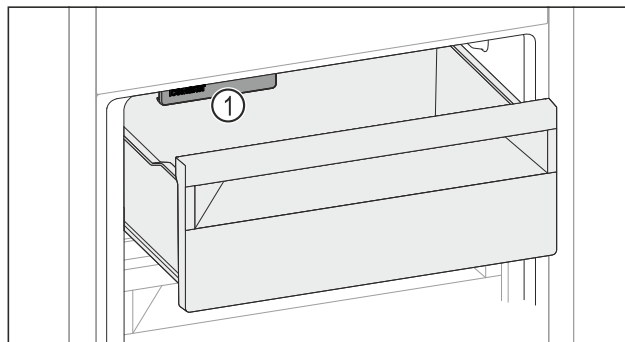

Fig. 140
- ▶ Prihliadajte na IceMaker Fig. 140 (1).